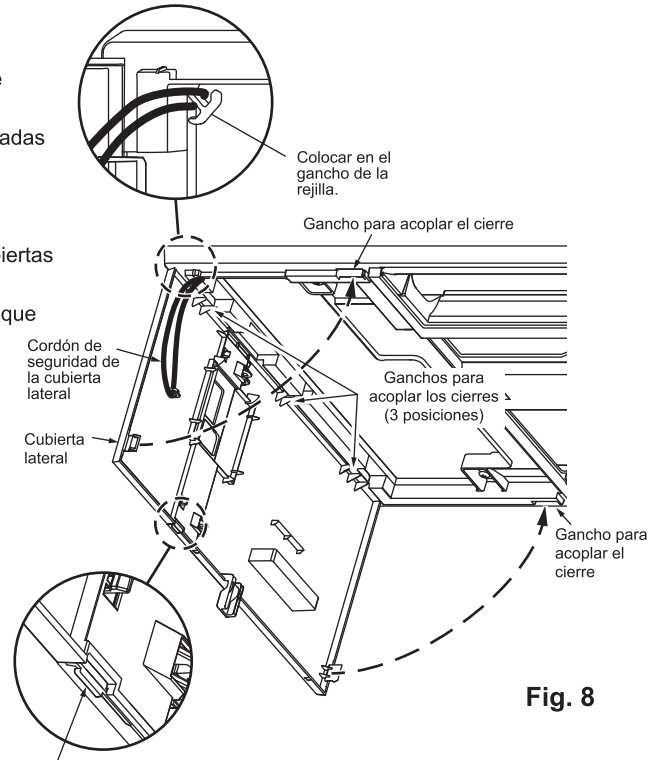

Fig. 8
- Enganche los cordones de seguridad de las cubiertas laterales I/D a la rejilla e instélasas. (Fig. 8)
- Compruebe que los cierres de las cubiertas laterales I/D estén enganchados de forma segura. (Fig. 8)